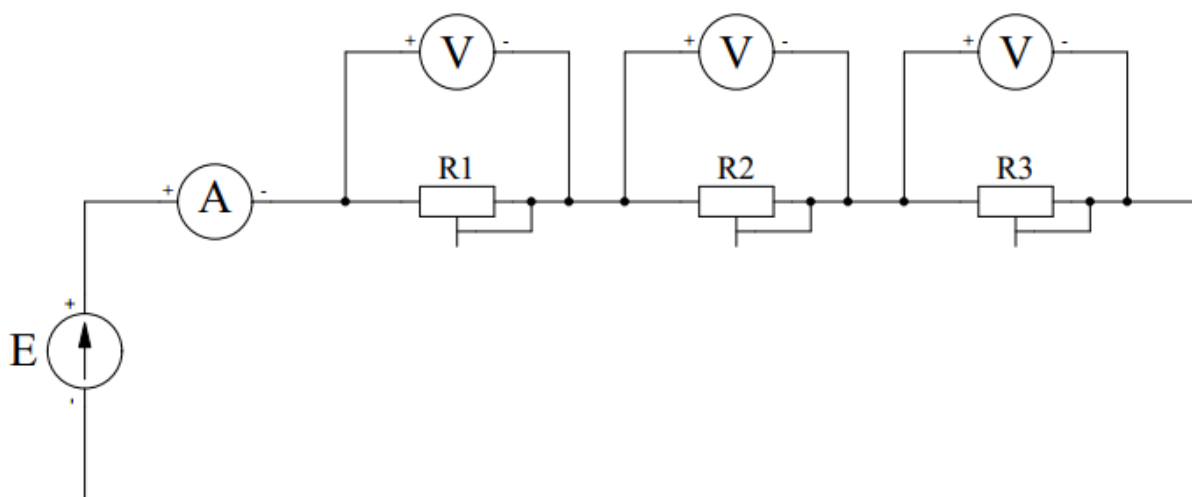

Рисунок 4
1.1 На рабочем поле в программной среде *Multisym* соберите схему, изображенную на Рис. 4.